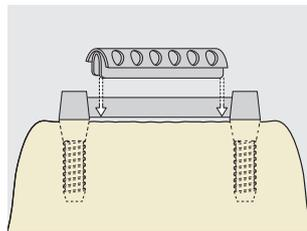
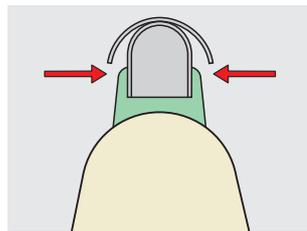
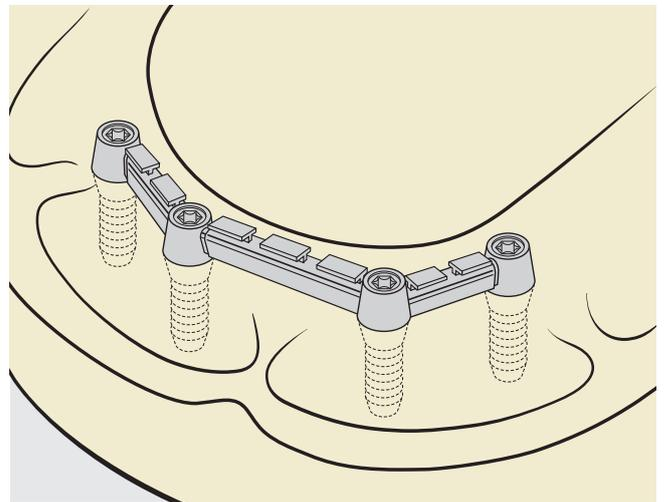

Fig. 6
Fig. 7
Fig. 8
La barra tubo viene adattata al fine di ottenere la massima forza portante possibile su tutta la lunghezza della barra (Fig. 6). Rimuovere le bave interne ed esterne. Per garantire un sicuro ancoraggio della barra tubo, la lunghezza della barra non deve essere inferiore a 5 mm. Montare la barra tubo sulla femmina, quindi bloccare lo spazio tra gengiva e barra e le cappe della protesi o cappe radicalari. Metà altezza delle lamelle deve rimanere libera di muoversi. Ciò consente l'accesso dello strumento di attivazione e riduce l'usura prematura (Fig. 7). Le alette ritentive della barra tubo possono essere piegate, con molta cautela, solo una volta, per evitare un'eventuale rottura delle stesse. Polimerizzare la barra tubo nella protesi o nel rinforzo fuso.
La barra tubo viene adattata al fine di ottenere la massima forza portante possibile su tutta la lunghezza della barra (Fig. 6). Rimuovere le bave interne ed esterne. Per garantire un sicuro ancoraggio della barra tubo, la lunghezza della barra non deve essere inferiore a 5 mm. Montare la barra tubo sulla femmina, quindi bloccare lo spazio tra gengiva e barra e le cappe della protesi o cappe radicalari. Metà altezza delle lamelle deve rimanere libera di muoversi. Ciò consente l'accesso dello strumento di attivazione e riduce l'usura prematura (Fig. 7). La ritenzione asimmetrica della barra tubo deve essere molata, p. es. per inserire un rinforzo fuso (Fig. 8). Polimerizzare la barra tubo nella protesi o incollare nel rinforzo fuso.
La barra tubo viene adattata al fine di ottenere la massima forza portante possibile su tutta la lunghezza della barra (Fig. 6). Rimuovere le bave interne ed esterne. Per garantire un sicuro ancoraggio della barra tubo, la lunghezza della barra non deve essere inferiore a 5 mm. Montare la barra tubo sulla femmina, quindi bloccare lo spazio tra gengiva e barra e le cappe della protesi o cappe radicalari. Metà altezza delle lamelle deve rimanere libera di muoversi. Ciò consente l'accesso dello strumento di attivazione e riduce l'usura prematura (Fig. 7). Le alette ritentive della barra tubo possono essere molata solo per l'accorciamento. Polimerizzare la barra tubo nella protesi o incollare nel rinforzo fuso.
9. Scaricare i sottosquadri della barra e le lamelle attivabili (Fig. 7)